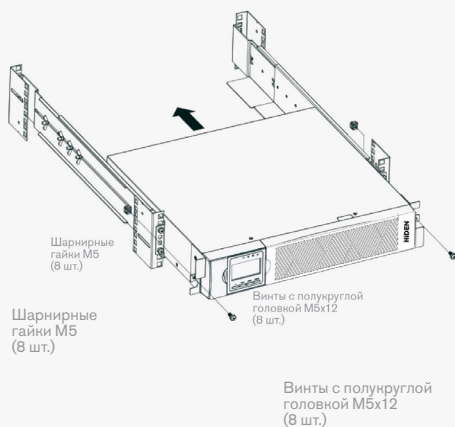

Рис. 4 Крепление передней части шкафа
- l. Закрепите переднюю часть ИБП на стойке с помощью винтов с полукруглой головкой М5×12 и одной закладной гайки М5 с каждой стороны (см. рис. 4). Установите нижний винт на каждой стороне через нижнее отверстие кронштейна и нижнее отверстие рельса. Повторите процедуру для всех дополнительных ЕВР.